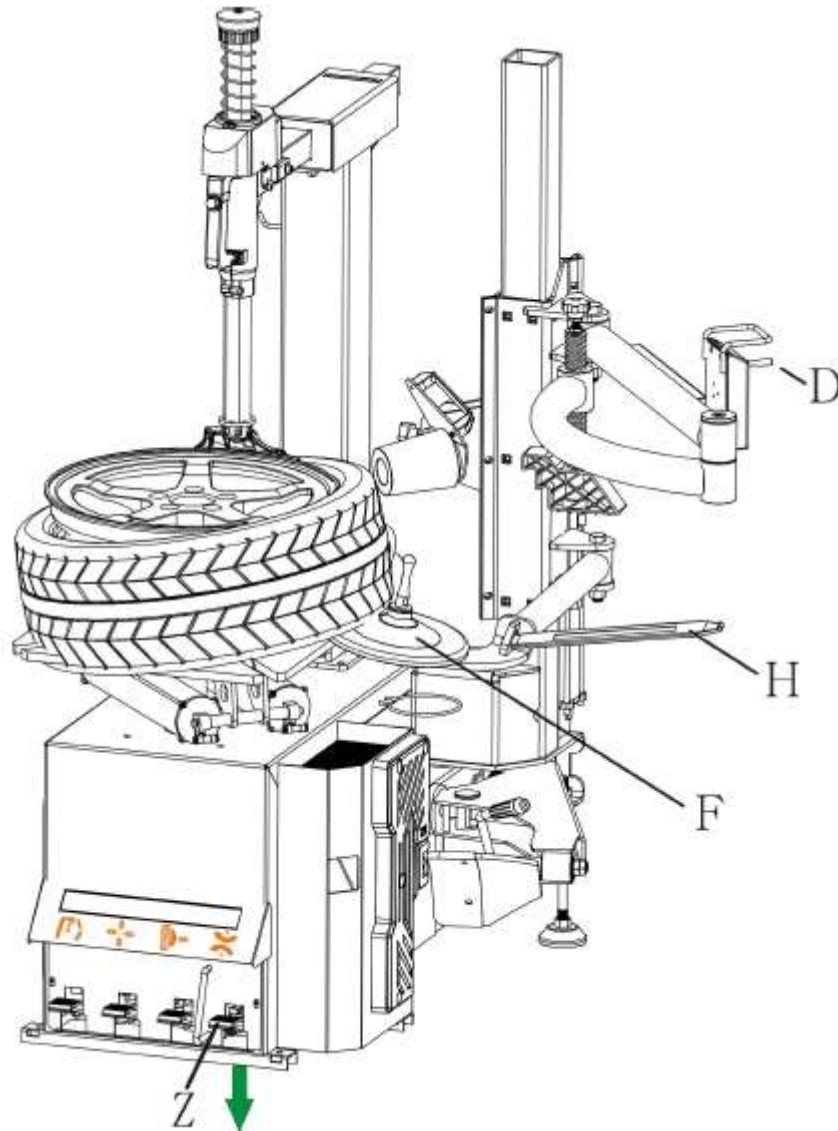

Abb. 24
- Walzenstütze (F) drehen, damit die Reifenhubwalze unter den Reifen gefahren werden kann. Überzeugen Sie sich, dass man nah genug am Reifen ist (Abb. 24).
- Pedal (Z) andrücken, damit der Drehtisch sich dreht, inzwischen den Schaltergriff nach oben betätigen um die untere Wulst langsam mit Hilfe der Reifenhubwalze ganz abzunehmen (Abb. 24).